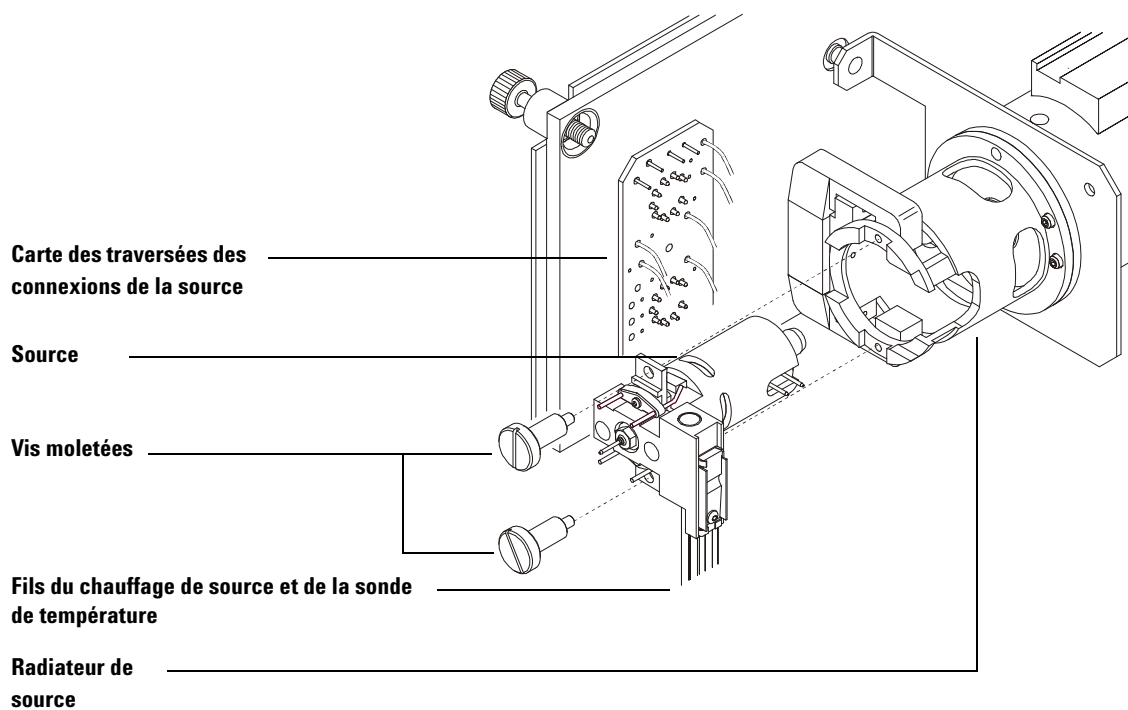

Figure 25 Dépose de la source
- 3 Débrancher les 7 fils de la source. Ne pas plier les fils plus que nécessaire (Figure 25 et Tableau 18).